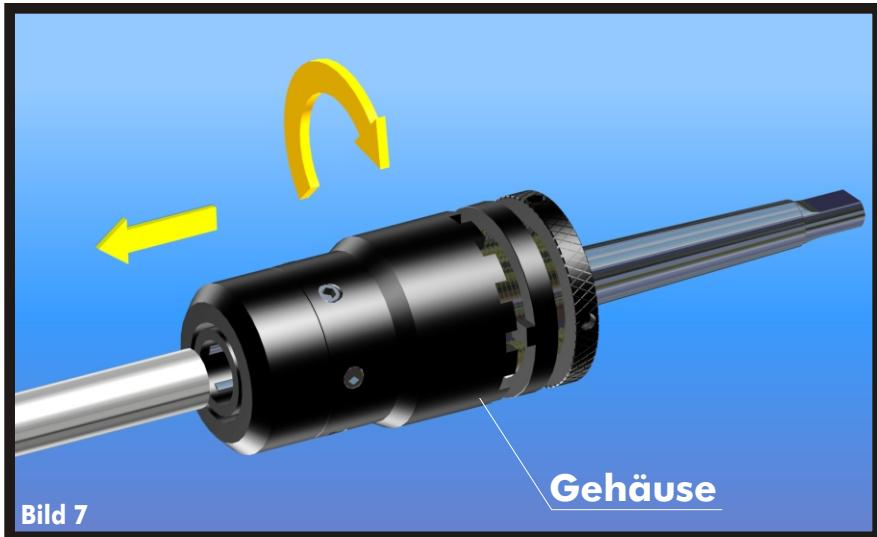

Bild 7
- > **Drehen Sie das Gehäuse soweit in Richtung des "+" Zeichens, bis sich das Werkzeug leicht über die zu walzende Welle führen lässt (Bild 7).**